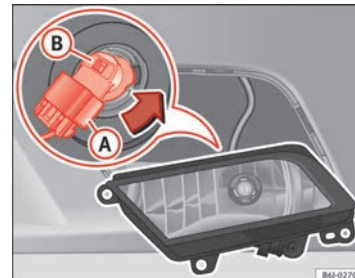

Abb. 159 Nebelscheinwerfer
- Ziehen Sie den Stecker ⇒ Abb. 159 (A) von der Lampe ab.
- Den Lampenträger ⇒ Abb. 159 (B) nach links drehen und ziehen.